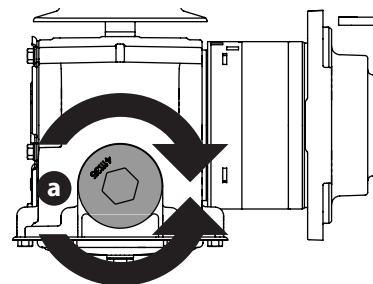

Figure 41
2. Placez un récipient approprié sous le bouchon de vidange (a) de la transmission. Retirez le bouchon de vidange (a) et laissez l'huile de transmission s'écouler (Figure 41).